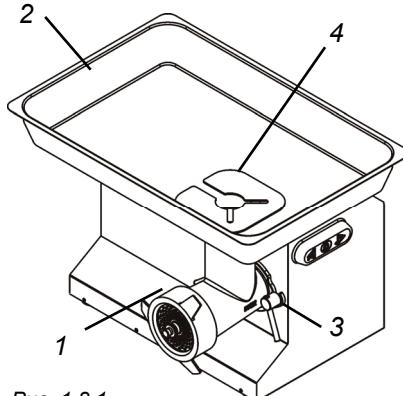

Рис. 1.8.1
4. Устройство для защиты рук. Загрузочная чаша изображенной модели оснащена жестко закрепленным защитным приспособлением «4», Рис. 1.8.1, в соответствии с циркулярным распоряжением Министерства труда и социального обеспечения № 66 от 05.09.79 г.. Менее крупные модели нуждаются в подобном защитном приспособлении, так как размер их патрубка достаточно мал.